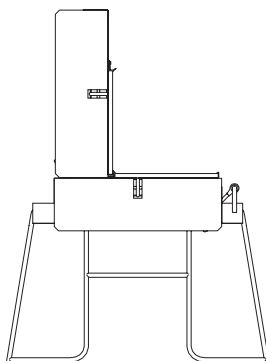

Fig. 4
2. Posizionare la presa per gru RAPID 2 sul telaio per pilastri e allinearla ai rispettivi fori. (Fig. 4)